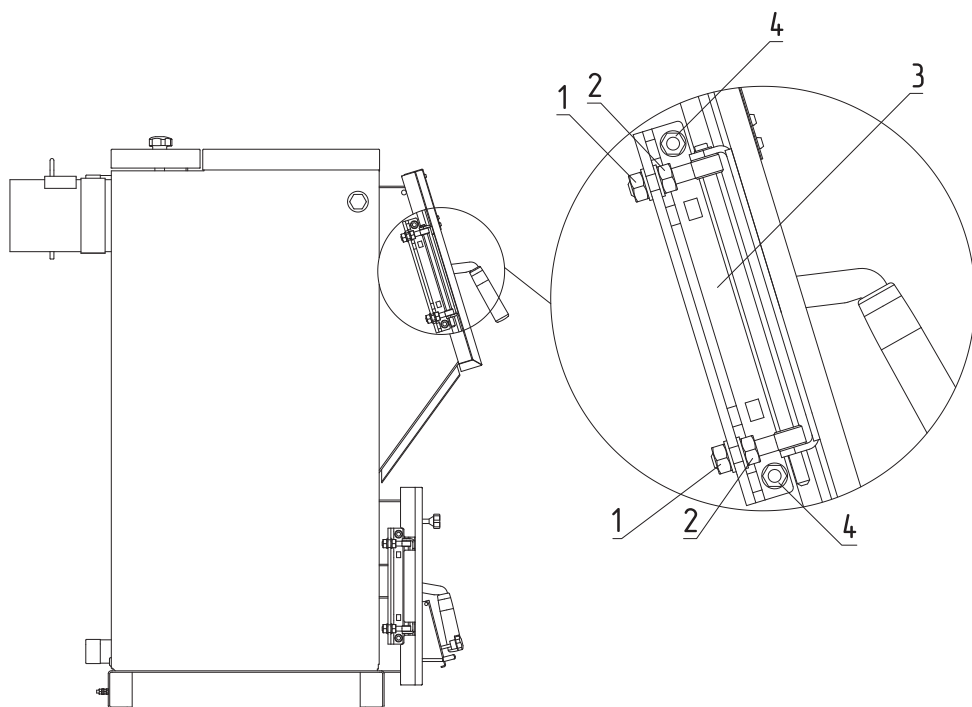

Рис.5 Регулировка петли дверцы
- Ослабьте гайки (**Рис.5, поз.1**);
- Вращая гайки (**Рис.5, поз.2**), установите необходимое прилегание к арке двери;
- После установки необходимого прилегания к арке двери, затяните гайки (**Рис.5, поз.1**).
- После установки горизонтального положения двери или наклон относительно горизонта, затяните гайки (**Рис.5, поз.1**).
- Ослабьте гайки (**Рис.5, поз.4**);
- Установите нужную высоту двери, перемещая петлю двери вверх или вниз (**Рис.5, поз.3**);